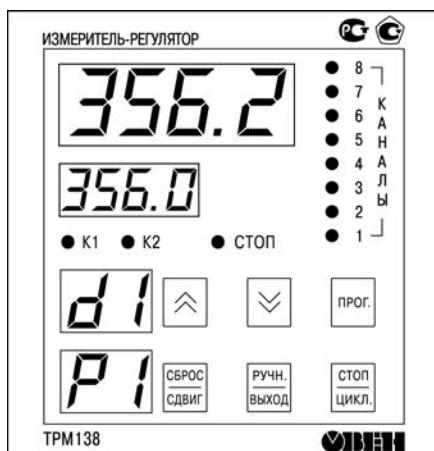

Рисунок 3.18 – Лицевая панель прибора
3.4.1 На лицевой панели прибора (рисунок 3.18) расположены цифровые и единичные светодиодные индикаторы, служащие для отображения текущей информации о параметрах и режимах работы TPM138B; а также шесть кнопок, предназначенных для управления прибором.